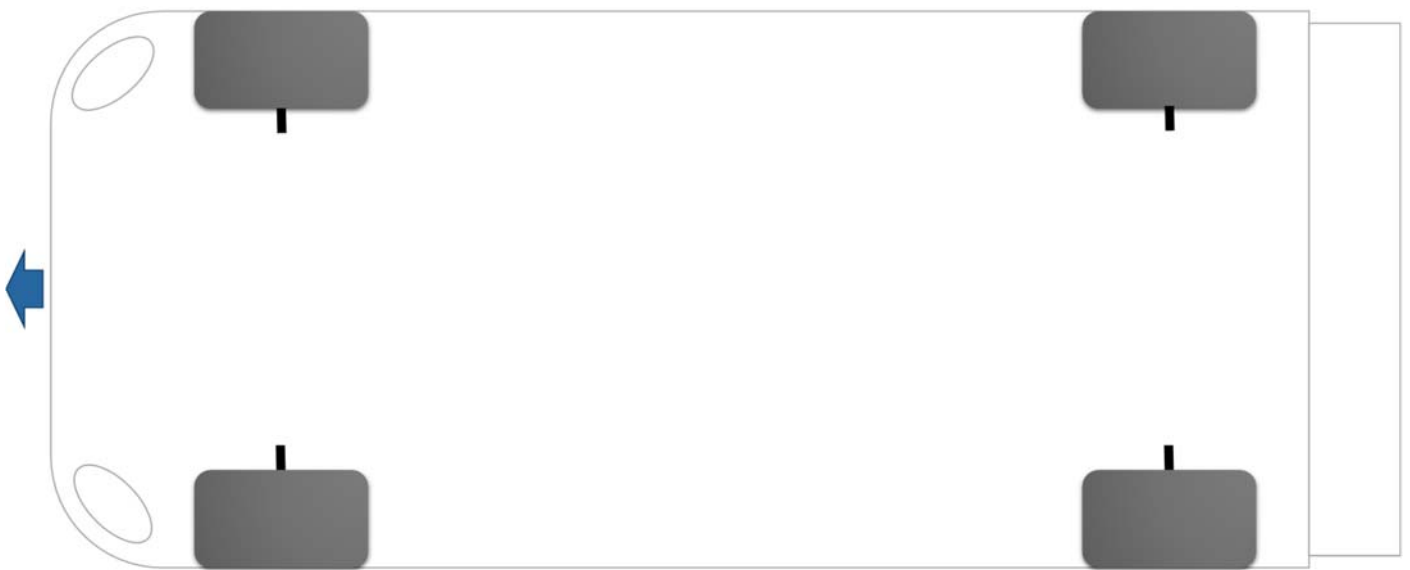

Figure 3 : Audi R18 e-tron
2.1 Sur les figures 3, 4 et 5, réaliser un schéma de principe propre et détaillé (moteur thermique, machines électriques, convertisseurs de puissance, stockage, etc.) de l'architecture de la chaîne de traction des trois véhicules.